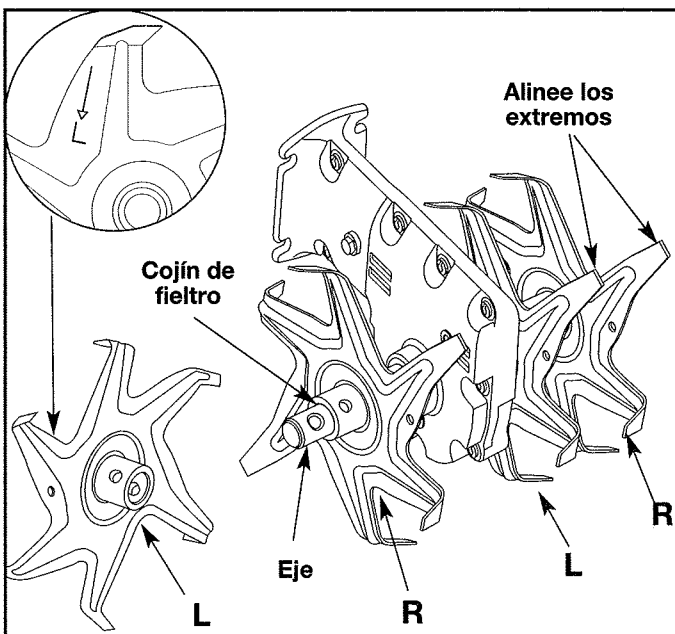

Fig. 22
7. Verifique que los extremos de las púas estén alineados en la misma dirección entre sí antes de volver a instalar las presillas del pasador de la horquilla y los pasadores de la horquilla (Fig. 22).